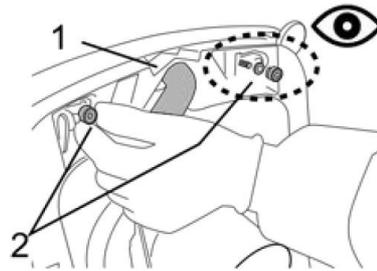

Abb. 26: Saugschlauch lösen
- Lösen Sie den Saugschlauch von der vorderen Saugleiste (1, Abb. 26)
- Schrauben Sie die Knöpfe ab (2, Abb. 26)
- Lösen Sie den Saugschlauch von der hinteren Saugleiste (1, Abb. 26)